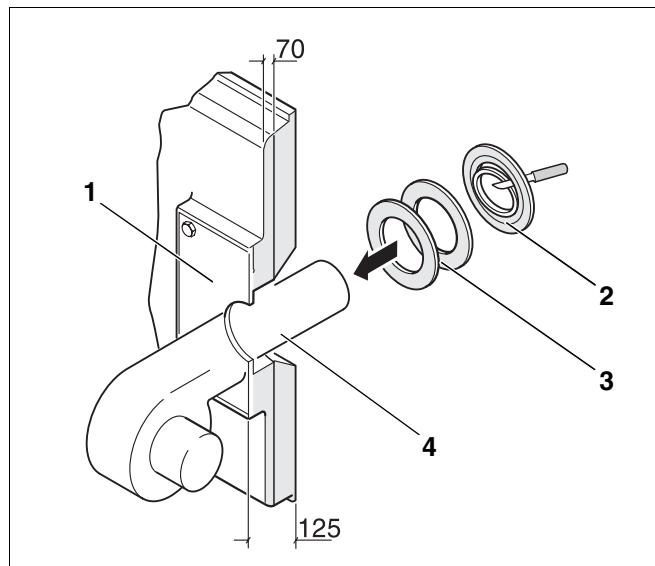

Fig. 28 Montaj – arzător
- Placa arzătorului (fig. 28, **poz. 1**) se decupează pe șantier, autogen sau prin găurire, corespunzător cu diametrul necesar tubului de ardere al arzătorului (Ø max. 270 mm). Găurile pentru fixarea arzătorului se execută după găurile de pe flanșa de fixare a arzătorului.
- Se ajustează prin decupare garniturile inelare izolante corespunzător diametrului tubului de ardere (fig. 28, **poz. 2**).
- Spațiul rămas între izolația termică a ușii arzătorului și tubul de ardere (fig. 28, **poz. 4**) se umple cu inelele izolante ajustate (fig. 28, **poz. 3**).